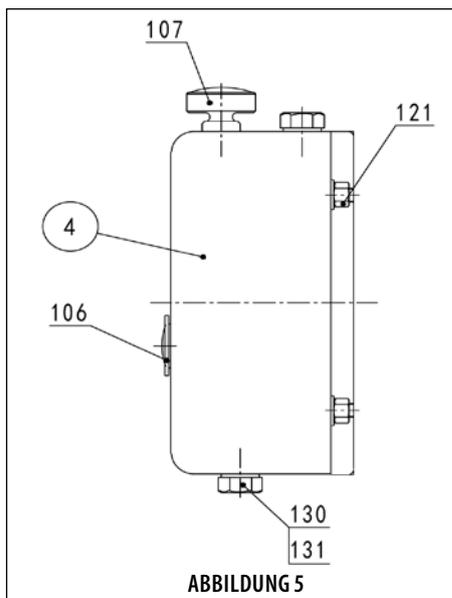

ABBILDUNG 5
Siehe Abbildung 5. Entfernen Sie die Ablassschraube (130) und die Dichtung (131), öffnen Sie den Luftfilter (107) und lassen Sie das Schmieröl aus dem Getriebe (04) ab.